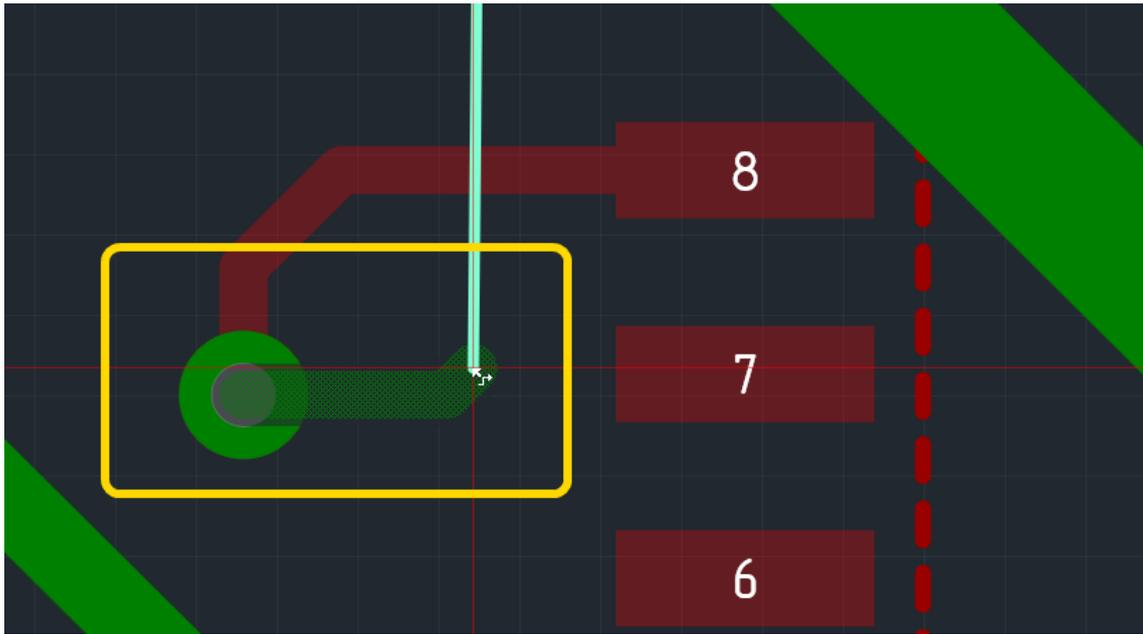

Рис. 52. Переход размещен
5. После того как подходящее место для перехода найдено, необходимо его зафиксировать, нажать левую кнопку мыши, см. Рис. 52.